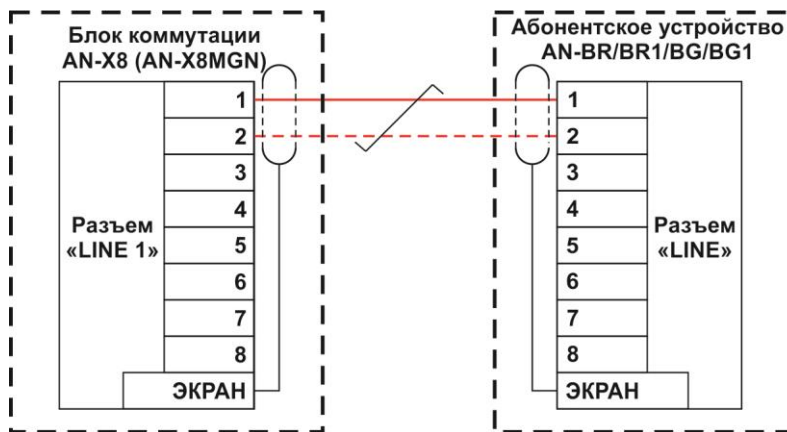

Рис. 2.2
8.1.2. Схема подключения АУ к блоку коммутации AN-X8 (AN-X8MGN) без подключения к системе «Альфа-МГН» показана на Рис. 2.2